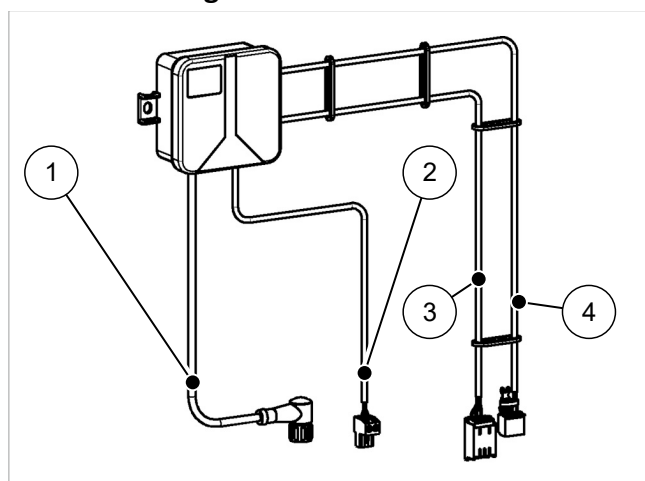

Fig. 17: Scatola di collegamento VSG
1. Prolungare e collegare il cavo 1 (3), cfr. → fig. 17) alla pompa calore.
2. Prolungare e collegare il cavo 2 (4), cfr. → fig. 17) alla scatola di distribuzione Modbus.